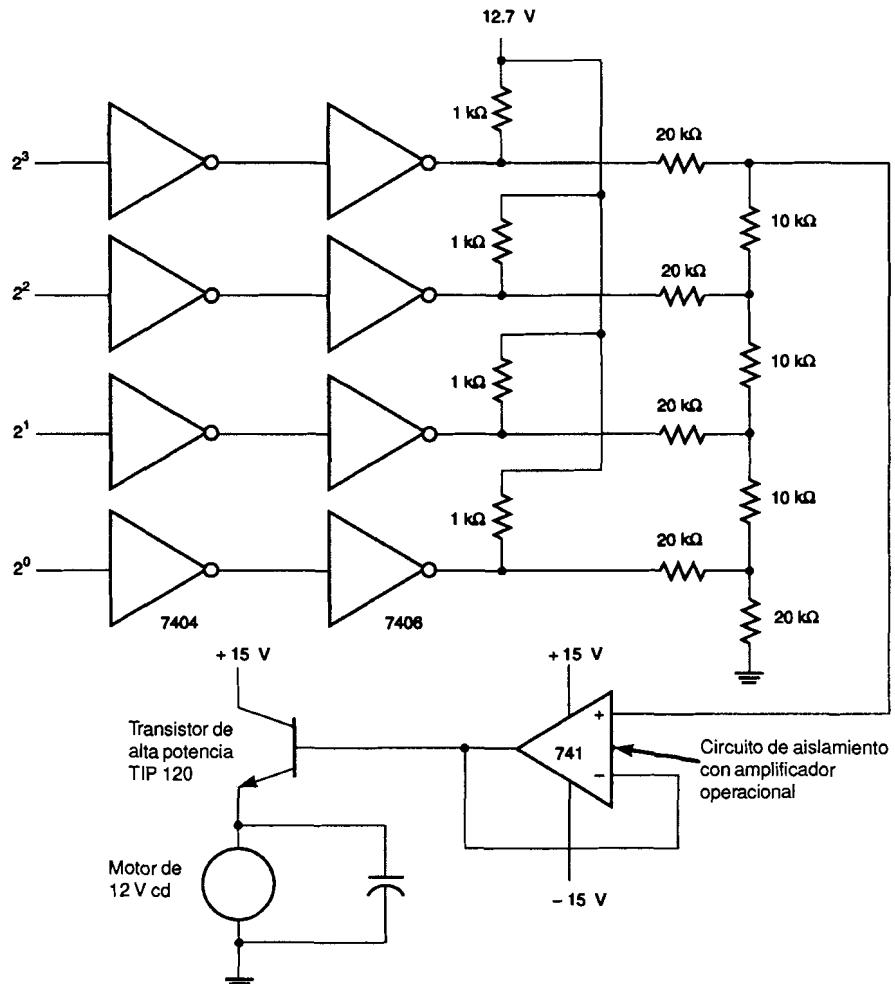

FIGURA 13-9 Convertidor D/A 2R TTL utilizado para controlar un motor pequeño
Estos errores pueden eliminarse con otros métodos; pero para muchas aplicaciones de los convertidores D/A, estos errores son tolerables. La figura 13-9 muestra un convertidor D/A empleado para controlar la velocidad de un motor de cd pequeño, tal como el que podría emplearse en un brazo robótico. Nótese el empleo de un amplificador operacional en el circuito de aislamiento para el convertidor D/A.
7. ¿Cuál es la finalidad del circuito de aislamiento con amplificador operacional de la figura 13-9? [2]